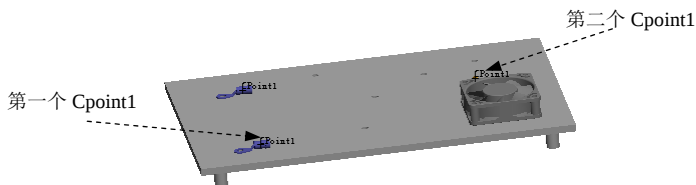

图 11.8.42 连接点
Step2. 开始步路。右击图 11.8.42 所示的第一个“CPoint1”，在系统弹出的快捷菜单中选择 **开始步路** 命令，系统弹出“线路属性”对话框；在 **电气(E)** 区域的 **外径(O)** 文本框中更改数值为 2.0，单击对话框中的  按钮；右击图 11.8.42 所示的第二个“CPoint1”，在弹出的快捷菜单中选择 **添加到线路** 命令。